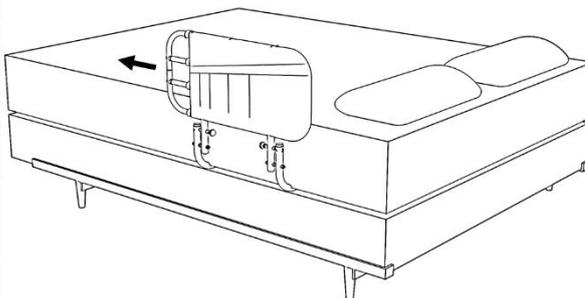

Figura 3
4.2 Determinare su quale lato del letto il prodotto deve essere installato come mostrato nella FIGURA 3. Il lato regolabile in lunghezza della sponda del letto deve essere sempre rivolto verso l'estremità dei piedi del letto. Utilizzando gli strumenti forniti (H e J), fissate A e B con gli elementi di fissaggio (E, F e G) come mostrato nella FIGURA 3.